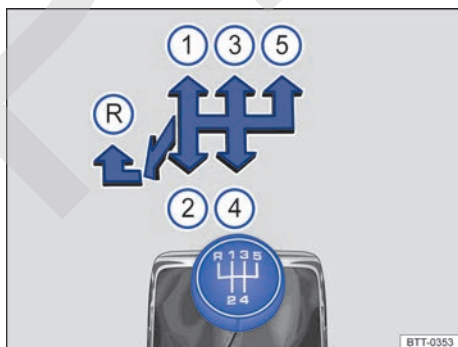
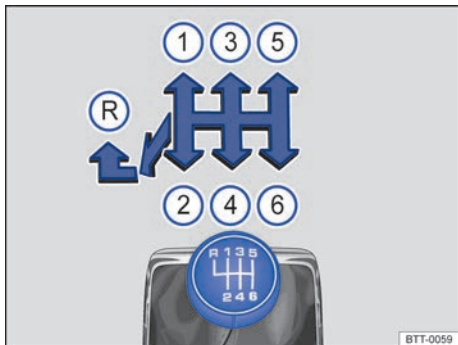

Fig. 134 Esquema de las marchas de un cambio manual de 5 marchas.
Fig. 135 Esquema de las marchas de un cambio manual de 6 marchas.
En la palanca de cambios están representadas las posiciones de cada una de las marchas → fig. 134 o → fig. 135.
- Mueva la palanca de cambios completamente hacia la izquierda y después hacia delante para situarla en la posición de la marcha atrás → fig. 134 (R) o → fig. 135 (R).